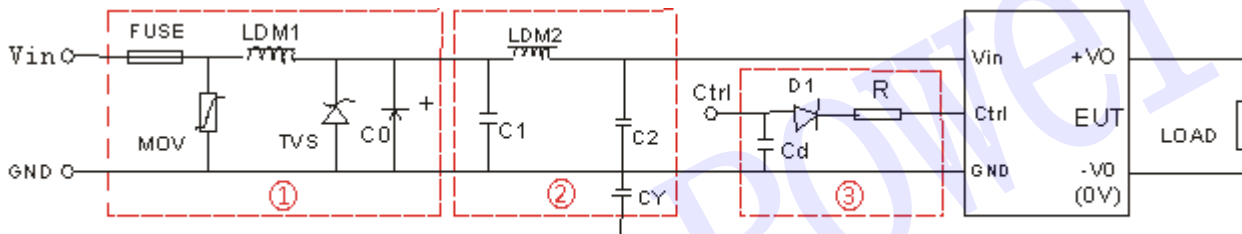

图 1
辐射骚扰	CISPR22/EN55022 CLASS B (推荐电路见图 1-②或图 3)
脉冲群抗扰度	IEC/EN61000-4-4 ±2KV (推荐电路见图 1-①) perf, Criteria B
浪涌抗扰度	IEC/EN61000-4-5 ±2KV (推荐电路见图 1-①或图 3) perf, Criteria B
注: 1. 图 1 中第①部分用于 EMS 测试; 第②部分用于 EMI 滤波, 可依据需求选择;
2. V_c 为 Ctrl 端相对于输入地 GND 的电压, V_D 为 D1 的正向导通压降, I_c 为流入 Ctrl 端的电流, 一般取 5-10mA, Ctrl 端外围电路如图 1-③;
EMI 测试效果图 (推荐电路见图 1-②)